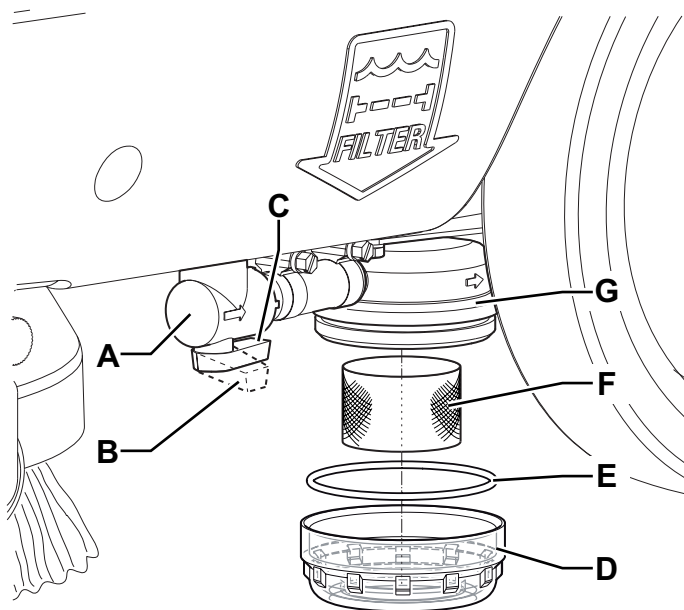

Figure 9
2. Contrôler que la manette (62) soit en position « 0 ».
3. Fermer le robinet de la solution (A, Fig. 9) situé dessous la machine, devant la roue arrière gauche.